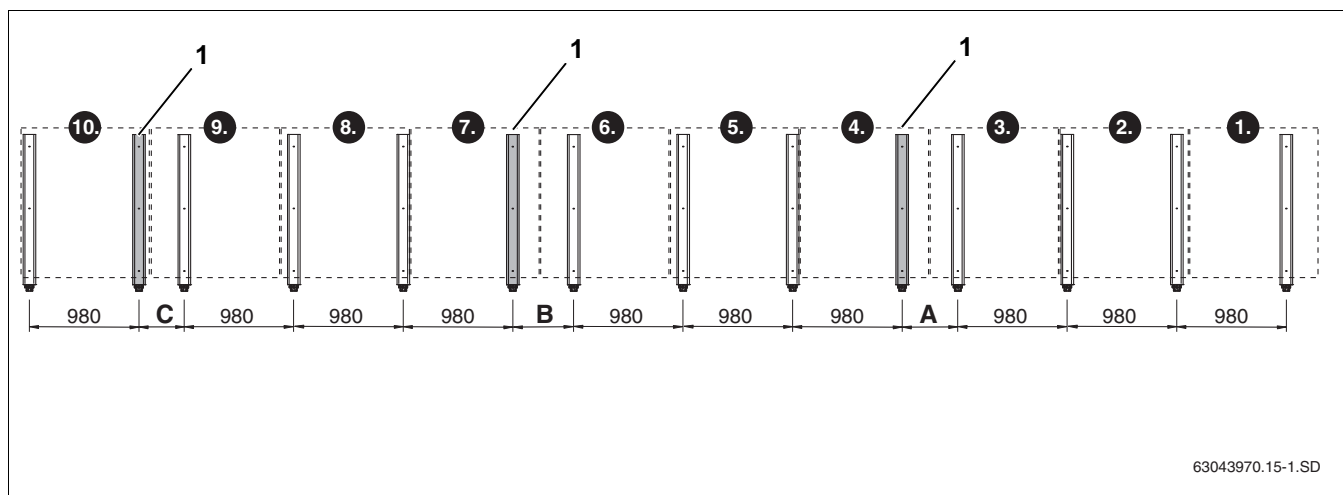

Fig. 23 Grundudførelse for 10 lodrette solfangere (angivelser i mm)
Ved lodret montering skal der opstilles en ekstrastøtte ved den 4., 7. og 10. solfanger (fig. 23, **pos. 1**).